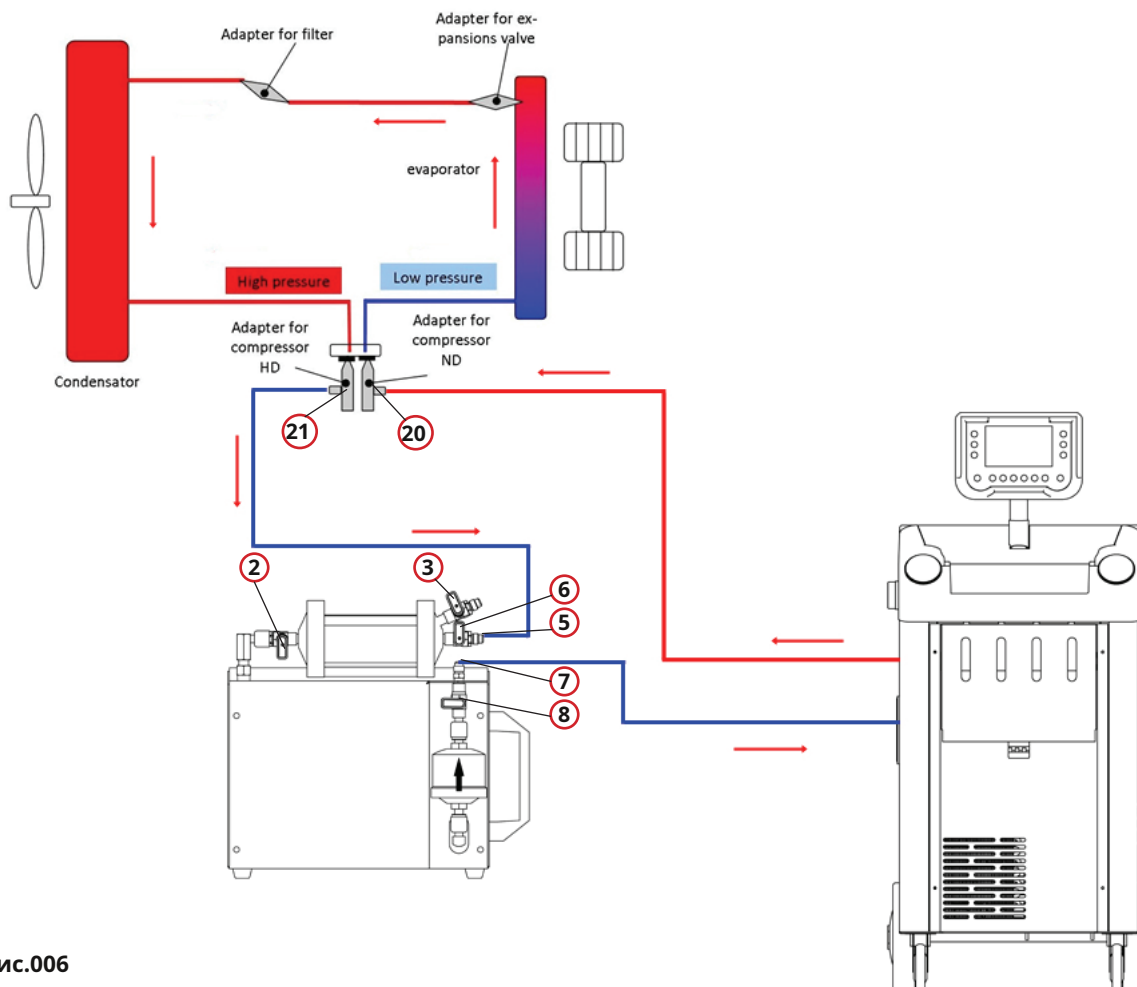

Рис.006
1. **красный сервисный шланг (высокого давления)** блока обслуживания кондиционера к адаптеру, специфичному для производителя **Сторона низкого давления** синяя компрессор кондиционера **20** Рис.006 соединять.
2. **синий сервисный шланг (низкого давления)** от сервисного блока кондиционирования к соединению фильтра **7** Рис.006 промывочного комплекта.
5. Клапаны **2, 6** **откройте** и убедитесь, что клапаны **3** Рис.006 закрыты **0**.